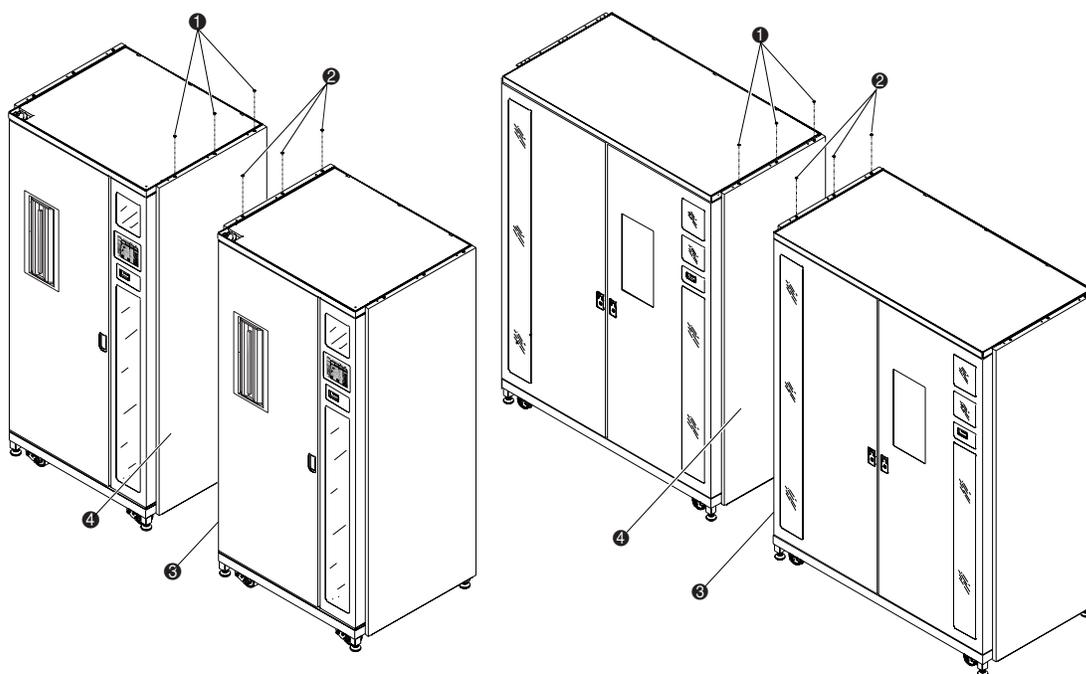

Figura 2-1. Rimozione del pannello laterale
3. Rimuovere il pannello laterale sinistro ❸ sulla libreria di destra e il pannello laterale destro ❹ sulla libreria di sinistra (vedere la Figura 2-1).
- a. Rimuovere le tre viti nella parte superiore del pannello ❶ o ❷.